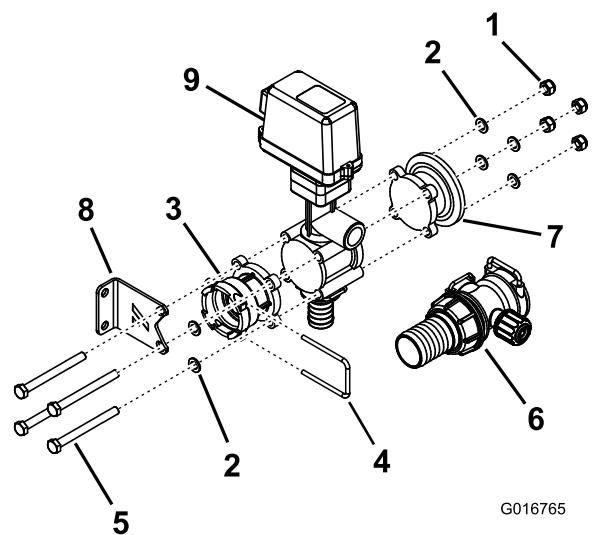

Bild 33
- Befestigen Sie das T5-Adapteranschlussstück mit diesen vorher entfernten Teilen am Rührwerkventil: Linke Befestigungshalterung, vier Gewindestangen, sechs Scheiben und acht Sicherungsmuttern, wie in Bild 33 dargestellt.
- Befestigen Sie den T5-Adapteranschluss mit dem Umwälzungsventil (Bild 33).